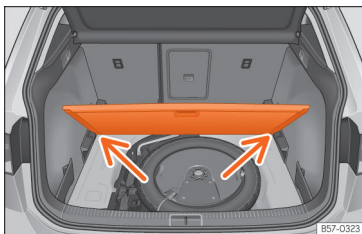

Fig. 172 Podeaua mobilă a portbagajului: poziție înclinată.
- Așezați podeaua în punctele destinate >>> **fig. 172** (săgeți).